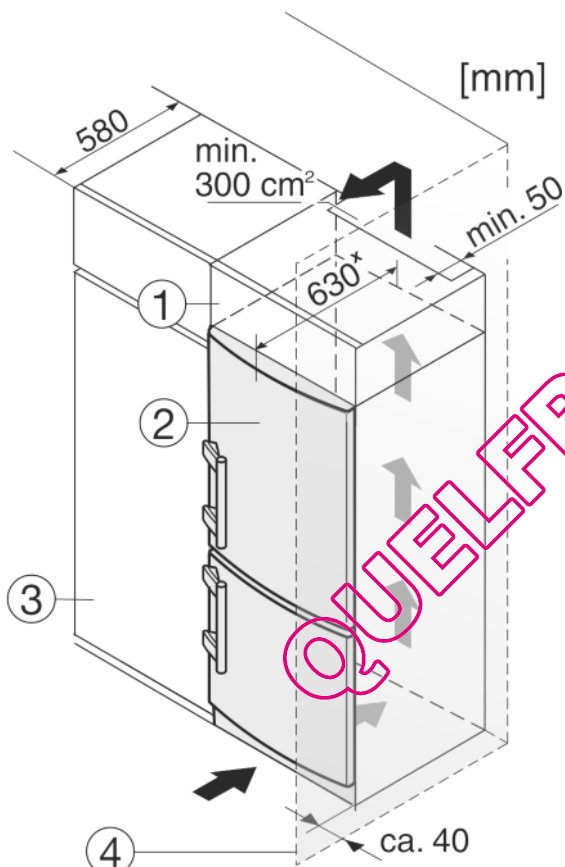

Fig. 9
- (1) Élément haut
- (2) Appareil
- (3) Placard de cuisine
- (4) Mur
L'appareil peut être entouré de meubles de cuisine. Pour adapter l'appareil Fig. 9 (2) à la hauteur des placards de la cuisine intégrée, on peut placer un élément haut Fig. 9 (1) au-dessus de l'appareil.
Lors de la transformation avec des placards de cuisine (profondeur max. 580 mm), l'appareil peut être placé directement à côté du placard de cuisine Fig. 9 (3). L'appareil dépasse latéralement de 34 mm^x et de 50 mm^x au centre de l'appareil par rapport à la face avant du placard de cuisine.
Si l'appareil est installé avec les charnières à côté d'un mur Fig. 9 (4), la distance entre l'appareil et le mur doit être de 40 mm min. Ceci correspond à la saillie de la poignée lorsque la porte est ouverte.